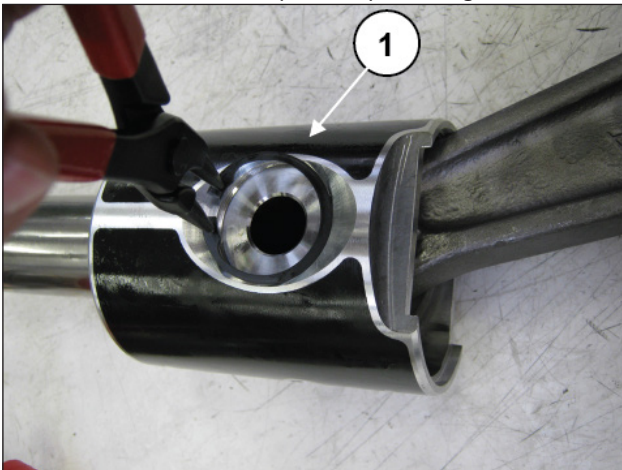

Fig. 43
Desmontar las 2 anillas seeger de bloqueo de la clavija utilizando la herramienta específica (pos. ①, Fig. 43).